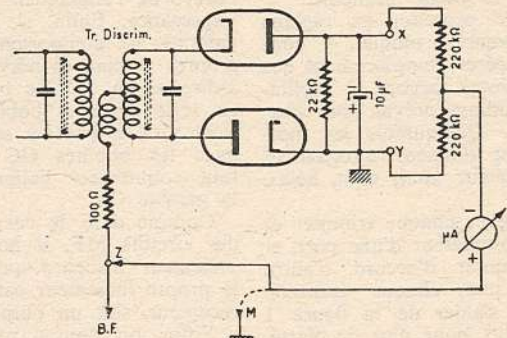

Fig. 3
Un canal moyenne fréquence pour FM comporte en principe deux transformateurs normaux suivis d'un transformateur-discriminateur pour le détecteur de rapport (détection des signaux FM). Le transformateur-discriminateur est suivi de deux diodes (ou d'une double diode), comme le montre la figure 3.
b) Entre les points X et Y du circuit de détection, on connecte provisoirement deux résistances d'égale valeur (220 kΩ) comme le montre la figure 3.
e) Le fil + du microampèremètre est ensuite déconnecté du point Z, puis relié à la masse (voir fig. 3).
3° Pour l'obtention de la déviation maximum du microampère-mètre, le fil + étant toujours connecté à la masse (fig. 3) :